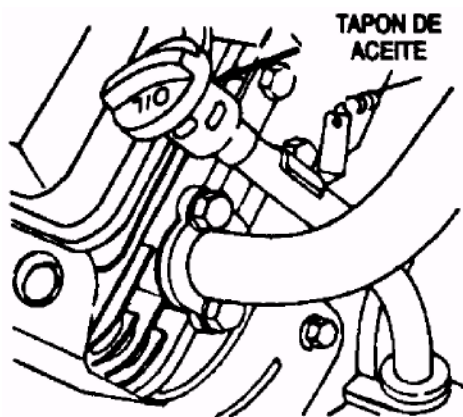

Рис. 1
b) Вставьте щуп обратно в гнездо. (см. рис. 1)